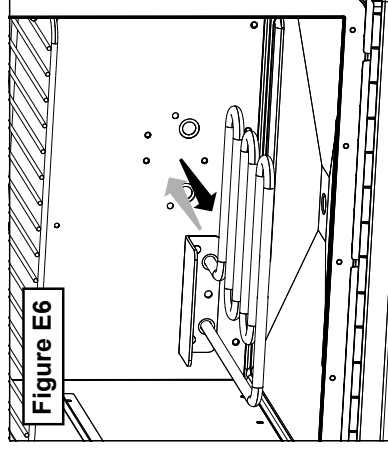

Figure E6
- From inside the appliance, remove the Element. See Figure E6.
- From inside the appliance, install the element. See Figure E6.
- En passant par l'intérieur de l'appareil, enlevez l'élément. Voir la figure E6.
- En passant par l'intérieur de l'appareil, installez l'élément. Voir la figure E6.
- Del interior del aparato, retire el elemento. Vea la figura E6.
- En el interior del aparato, instale el elemento. Vea la figura E6.